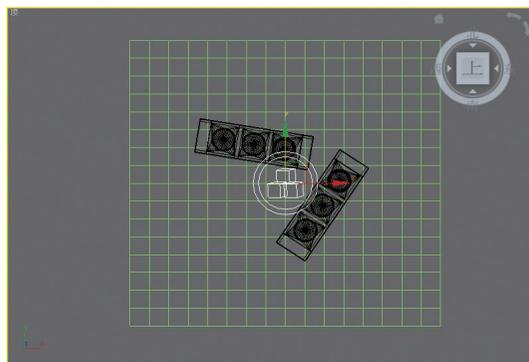

图9-43 创建刚体收集器
**06** 单击工具栏上的  按钮, 在视图中单击鼠标左键创建一个刚体收集器, 如图9-43所示。